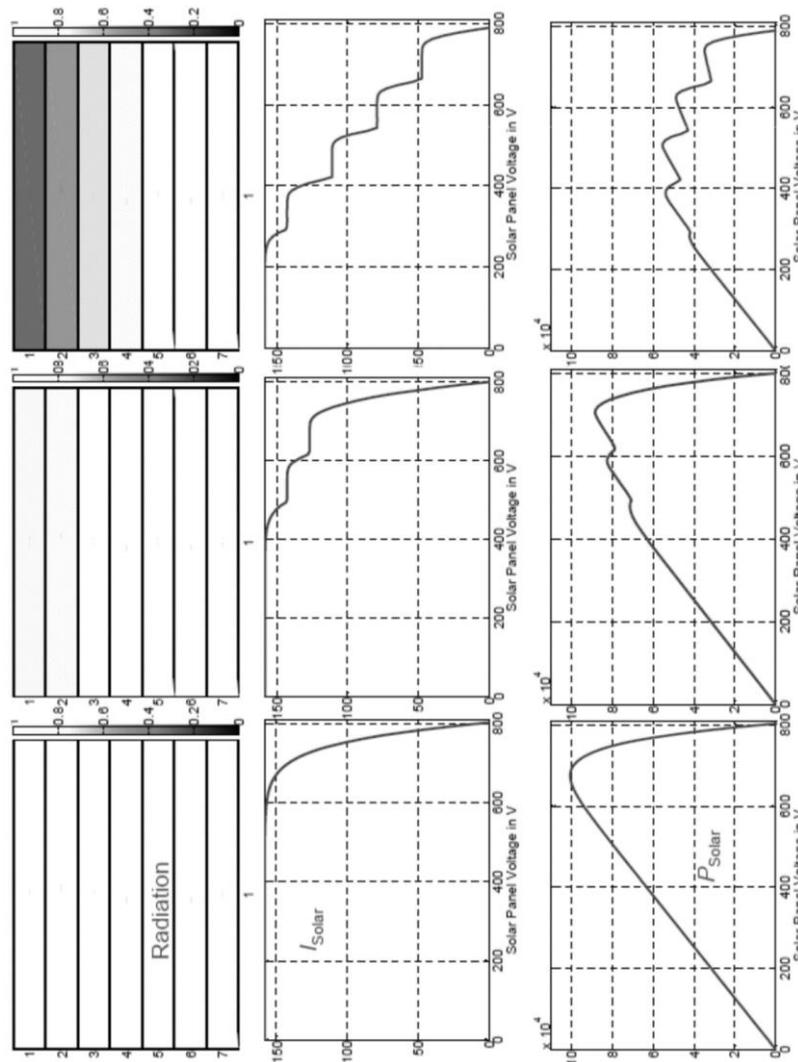

Figura 5-3 – Exemplos de distorções nas curvas V_{xI} e V_{xP} devido ao sombreamento parcial.
máximos locais por possuir menor potência em relação ao máximo global. Sendo assim, é função do SIW700 sempre operar no máximo global presente, extraíndo a maior potência disponível dos painéis fotovoltaicos, considerando as condições de radiação e temperatura momentâneas. A Figura 5-3 ilustra um (1) caso de irradiação solar uniforme e três (3) casos de sombreamento parcial hipotéticos e suas distorções nas curvas V_{xI} e V_{xP} .